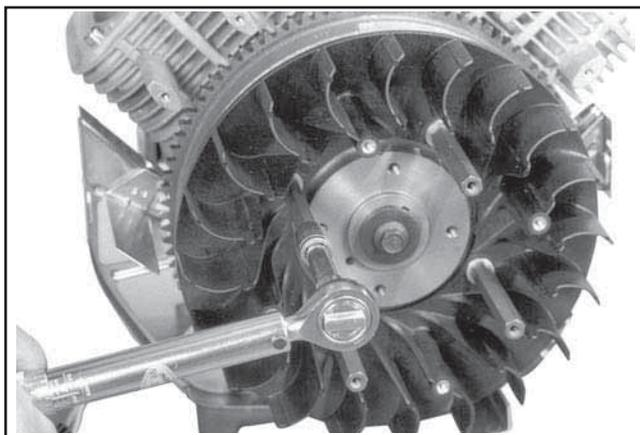

Figure 11-33. Serrage des supports de la grille de protection en métal (certains modèles).
2. Serrer les supports à l'aide d'une clé dynamométrique à 9,9 N·m (88 pouces lb). Voir la Figure 11-33. La grille de protection contre l'herbe sera installée sur les supports une fois le carter de protection du ventilateur en place.